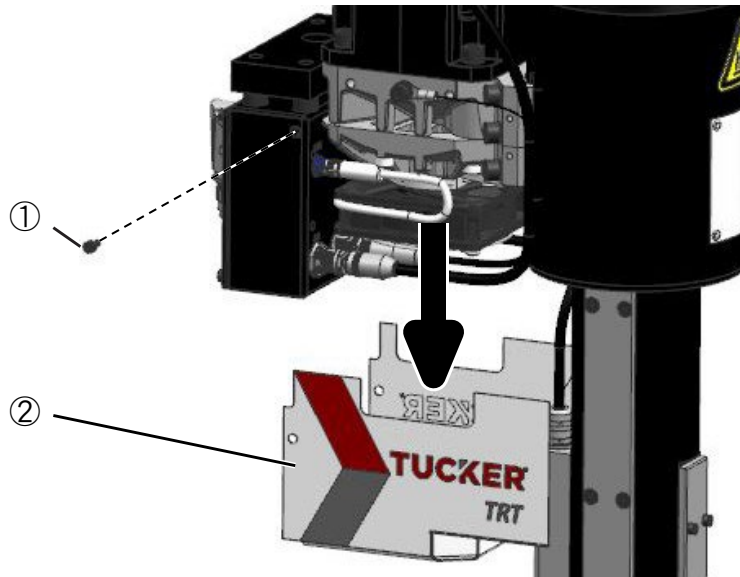

図 12:ファンの取り外し
1. DDC ボックス側面の六角ネジ 2 本を緩めて外します。(図 12、①)その際、ファン(図 12、②)をしっかりと保持して下さい。